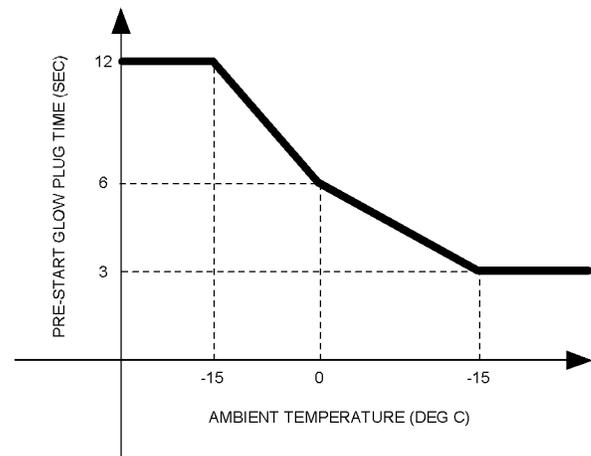

図 31
2. エンジン始動スイッチを「加熱」位置にします。図31に示されている間、エンジン始動スイッチを「加熱」位置で保持します。この操作によりグロープラグが作動して、エンジンの始動補助が行われます。